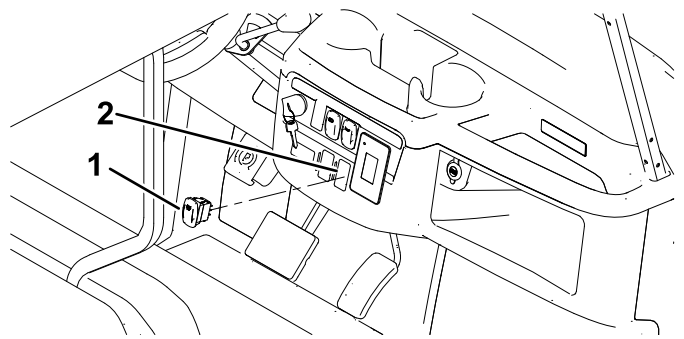

**Figura 4**
7. Retire el tapón del interruptor del salpicadero, como se muestra en la Figura 4.
8. Introduzca el interruptor de la baliza en el salpicadero (Figura 4).